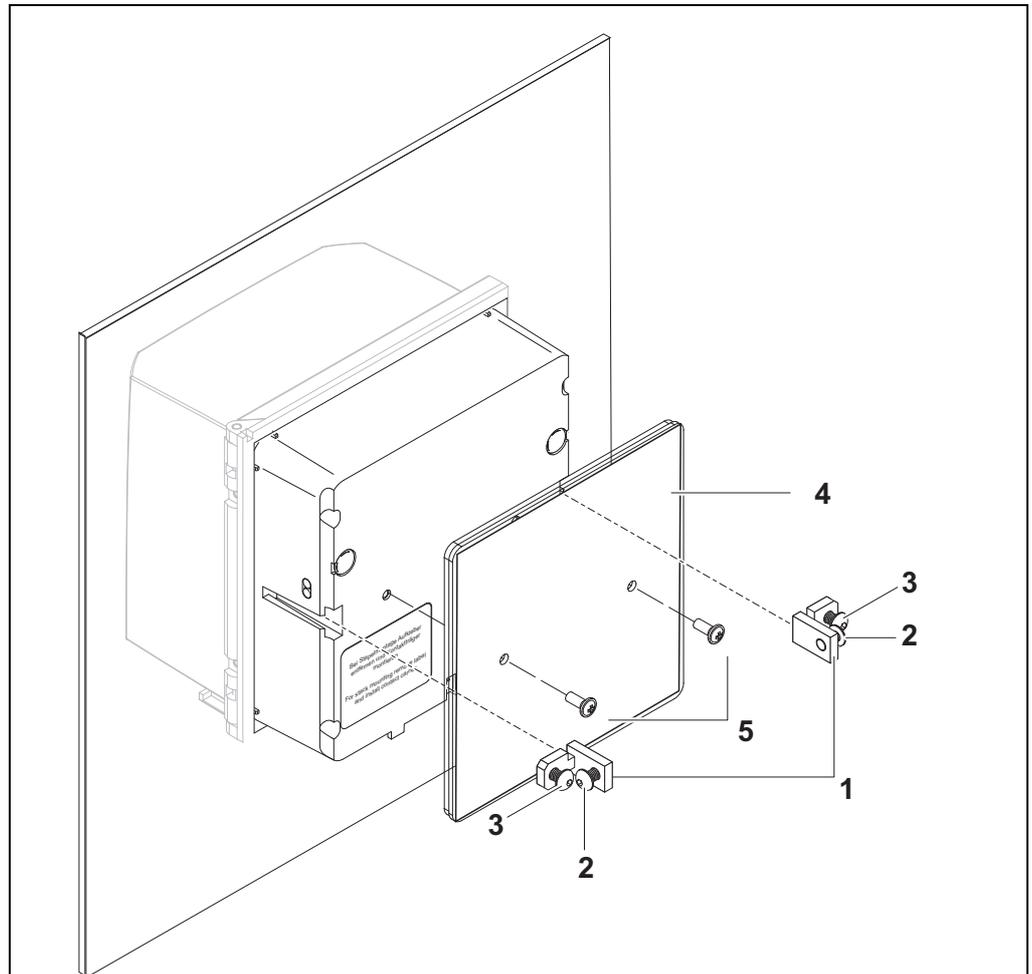

Bild 3-24 DIQ/S 281 in Schalttafel montieren
- 2 An den beiden Winkeln (Pos. 1 in Bild 3-24) die Schrauben (Pos. 2 und 3) etwas herausdrehen, aber nicht entfernen.
- 3 Die beiden Winkel - wie in Bild 3-24 gezeigt - bis zum Anschlag in die seitlichen Führungen des Universal-Transmitters einschieben.